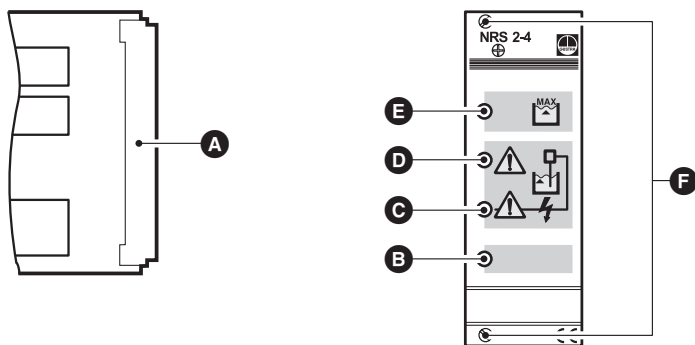

Fig. 2
Établir l'alimentation électrique. La LED verte **E** s'allume. **Fig. 2**
1. Après établissement de l'alimentation électrique, la LED verte **E** doit rester allumée en permanence. **Fig. 2**